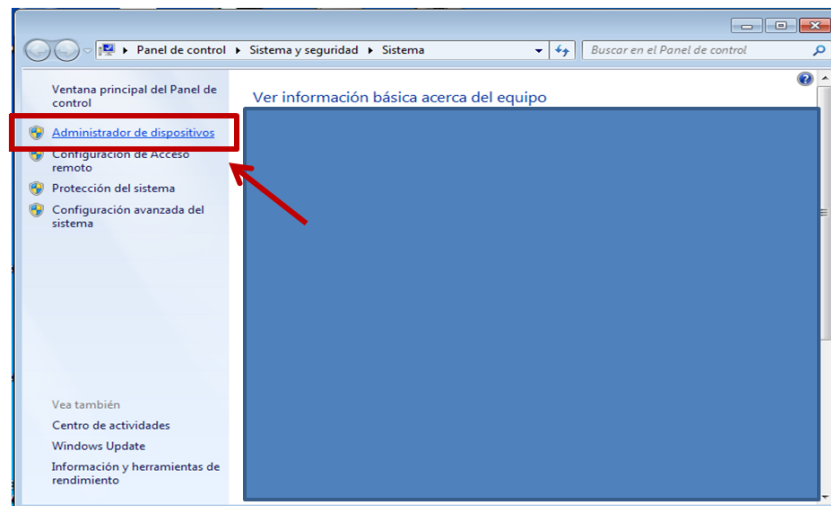

Figura B.2: Apertura del administrador de dispositivos.
- Se selecciona el Administrador de dispositivos como se muestra en la figura B.2.